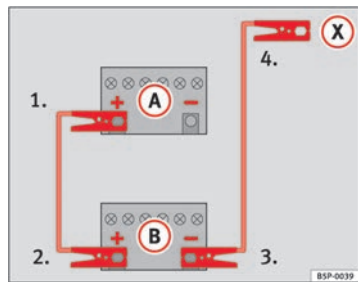

Fig. 245 Schema per il collegamento dei cavi per l'avviamento d'emergenza
Nella ⇒ fig. 245 **A** indica la batteria scarica, e **B** la batteria carica.
1. Collegare un'estremità del cavo rosso al polo positivo ⇒ fig. 245 **+** del veicolo con la batteria scarica ⇒ ⚠.